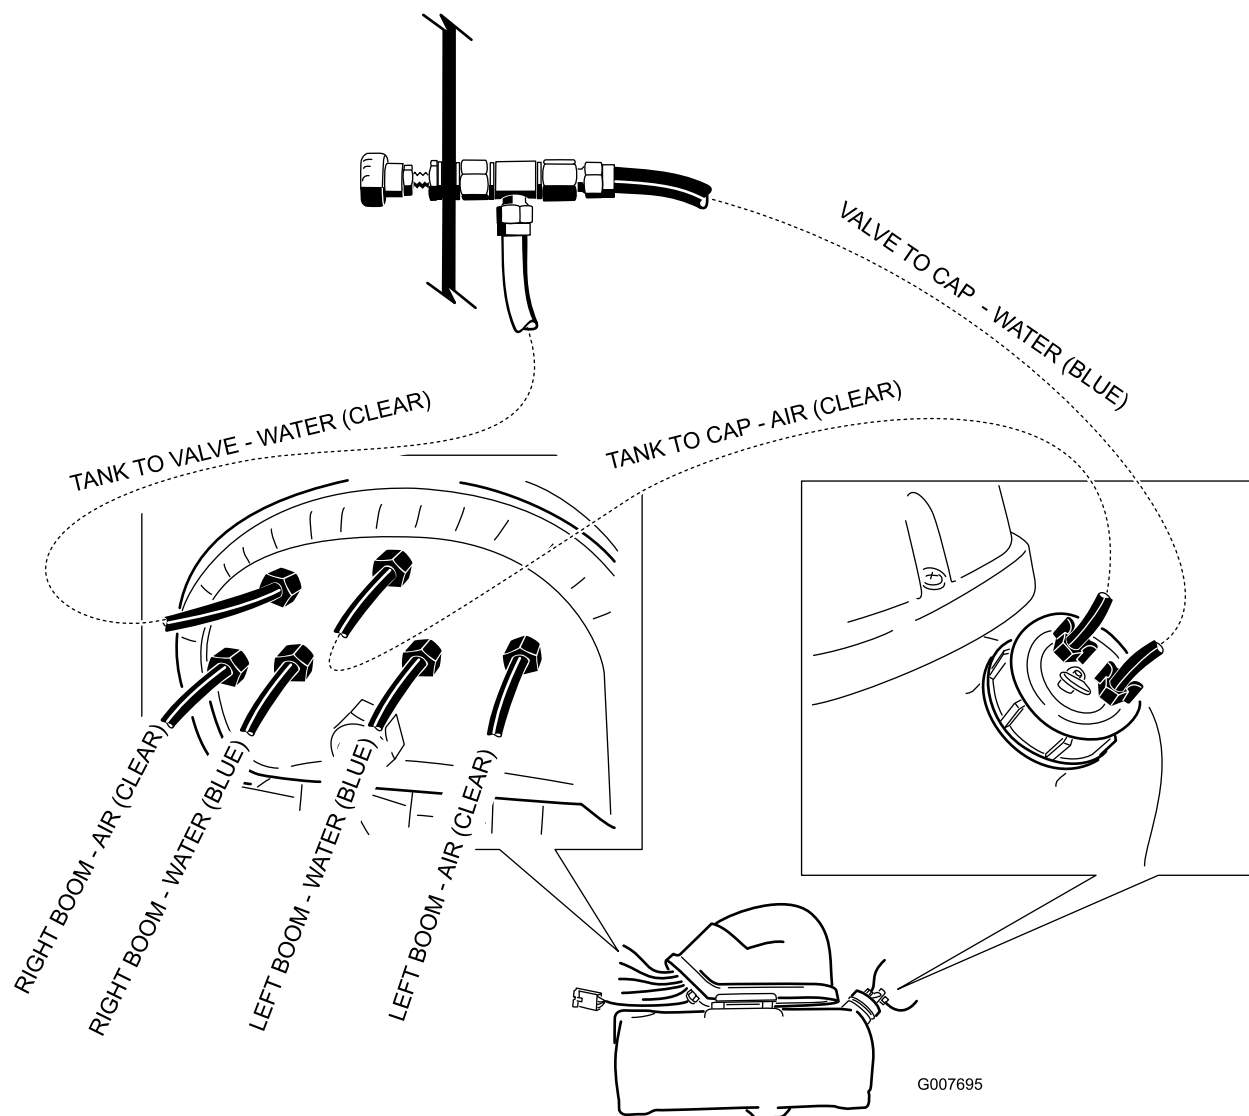

Figure 23
3. Le parcours final doit correspondre à l'illustration de la Figure 23.